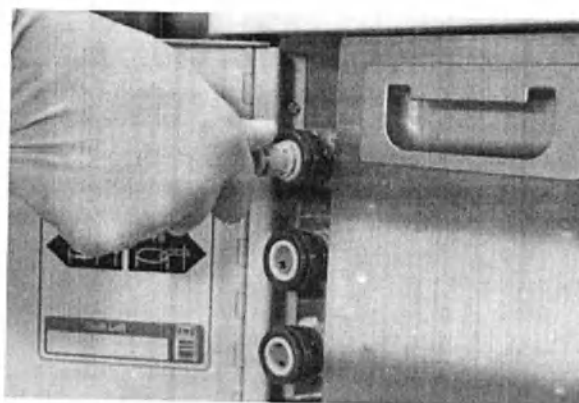

Рис. 24 Подключение внешнего шланга слива/наполнения
1. Откройте дверцу отсека угольных фильтров, слегка нажав на нее. Вставьте внешний шланг слива/наполнения во внешний сливной порт (Рис. 24).